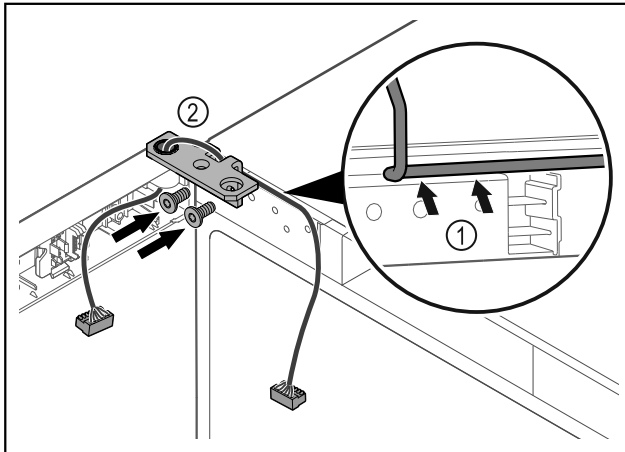

Fig. 39
- Vie kaapeli saranakulman aukon läpi ja aseta se varovasti paikalleen Fig. 39 (1).
- Kiinnitä saranakulma Fig. 39 (2) ruuveilla paikalleen.